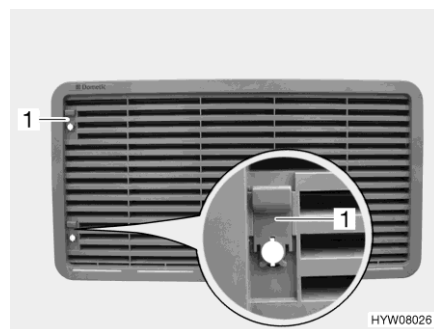

Bild 235 Kühlschrank-Lüftungsgitter
- Je nach Ausführung Schieber (Bild 235,1) nach oben schieben oder Schraube (Bild 236,1) mit Hilfe einer Münze eine viertel Umdrehung drehen.